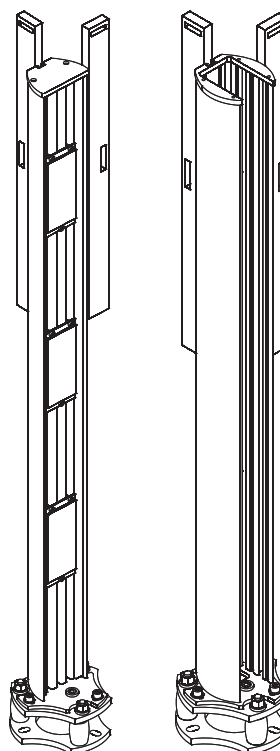

Fig. 5
DE	<p>1.5 Vor Beginn der weiteren Arbeiten müssen Sender ②, Empfänger ③ und Spiegelsäulen exakt senkrecht ausgerichtet werden. Die senkrechte Ausrichtung der Säulen geschieht durch Anziehen der Justageschrauben ④. Zur Grobausrichtung von Spiegelsäulen eignet sich die Libelle ⑤ im Säulenfuß.</p> <p>Zur präzisen Ausrichtung wird jedoch die Verwendung einer Wasserwaage empfohlen (Fig. 5). Die senkrechte Ausrichtung darf während des folgenden Justiervorgangs nicht verändert werden. Lediglich Drehen (Schrauben ⑥) und Verstellen der Höhe von Lichtvorhang und Einzelspiegel sowie Feinausrichtung der Einzelspiegel (Schrauben ⑨) sind erlaubt (Beschreibung der Ausnahme folgt unter Punkt 3.3).</p>
EN	<p>1.5 Before continuing with the next steps, set up the sender ② and receiver ③ units, as well as the mirror columns vertically. The vertical adjustment of the columns is achieved by means of the adjustment nuts ④. The small spirit level ⑤ in the base plate can be used for gross adjustment.</p> <p>However, the use of a larger spirit level is recommended (fig. 5) to achieve fine adjustment. Once the vertical adjustment is finalized, the adjustment nuts ④ must not be changed during the following steps. Only rotating the columns (screws ⑥), changing the height of the units/mirrors inside the columns or tilting the mirrors (screws ⑨) is permitted (exception is described under 3.3).</p>
FR	<p>1.5 Avant de passer aux points suivants, les modules émetteur ② et récepteur ③ ainsi que les colonnes à miroirs doivent être dressés verticalement à angle droit du sol. L'ajustement vertical des colonnes s'effectue au moyen des écrous de réglage ④. Le niveau ⑤ au milieu du socle sert à positionner la colonne verticalement de façon approximative.</p> <p>Pour un réglage précis de la verticalité, l'usage d'un niveau à bulle d'air est vivement recommandé (fig. 5). Une fois qu'on a finalisé le réglage vertical, les écrous ④ ne doivent plus être modifiés au cours des étapes suivantes. On ne doit effectuer que le réglage horizontal (vis ⑥), le déplacement en hauteur des modules/miroirs dans les colonnes ou l'inclinaison (vis ⑨) des miroirs (une exception est décrite sous le point 3.3).</p>